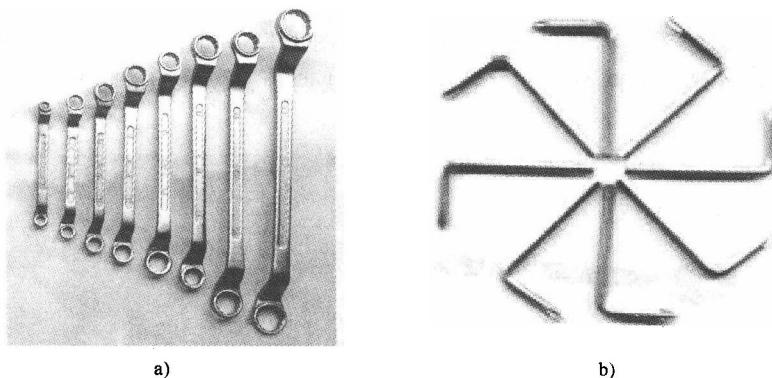

图 1-17 梅花扳手
(3) 梅花扳手 (图 1-17) 梅花扳手又称十二角形扳手，是应用最广泛的一种整体扳手。梅花扳手两端是套筒式圆环状的，圆环内一般有 12 个棱角，能将螺母或螺栓的六角部